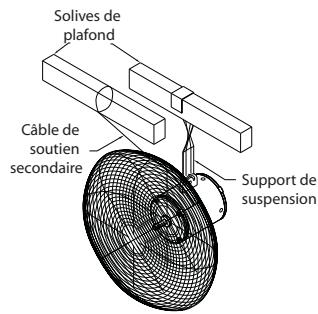
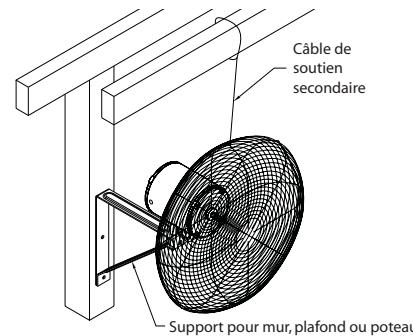

Figure 9 — Attacher le câble au soutien le plus proche du support pour mur/plafond
Figure 10 — Attacher le câble au soutien le plus proche du support de suspension
- Passer l'autre bout du câble autour d'une robuste solive, poutre, ferme ou autre soutien du bâtiment près du ventilateur, comme sur la Figure 9 et la Figure 10. Ravalier tout l'excès de mou dans le câble. Si le ventilateur est un modèle oscillant posé au mur, prévoir suffisamment de mou pour permettre son mouvement libre sur toute sa course.
- Poser les deux (2) serre-câble restants comme précédemment à l'étape 2. Couper le bout de câble libre pour qu'il dépasse de 25,4 à 50,8 mm (1 à 2 pouces) du second serre-câble.